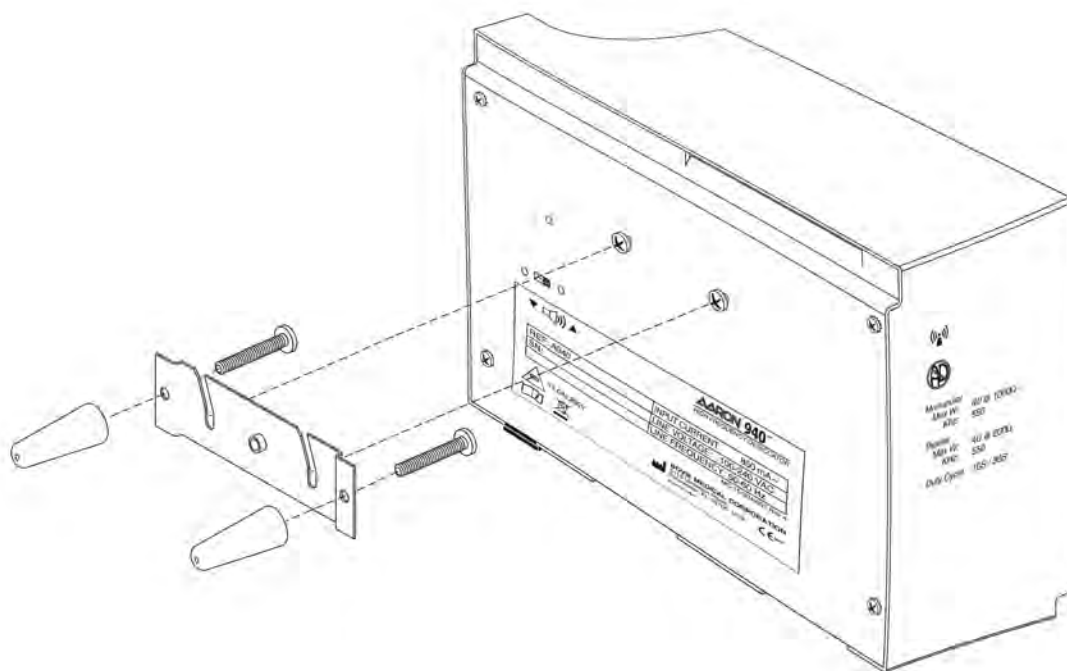

Figura 1
1. Montare l'unità Aaron 940™ sulla parete o sul supporto mobile opzionale utilizzando il kit di assemblaggio standard (vedere la figura 1). Non attivare l'unità in posizione orizzontale, in quanto potrebbero essere versati liquidi nell'unità.